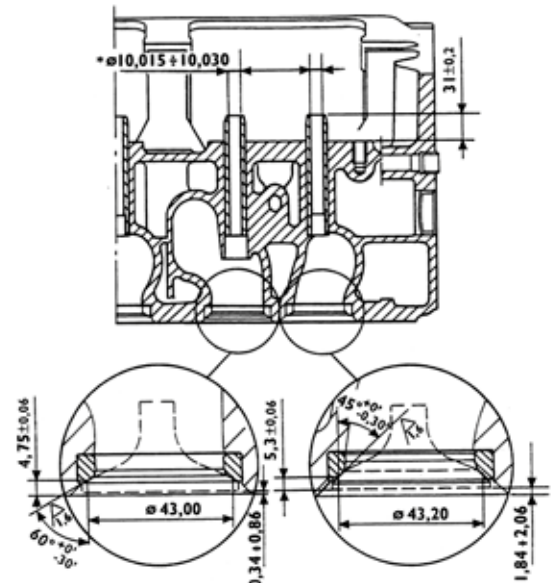

Figura 112
Nota: Caso não sejam as mesmas guias de válvulas, devem ser montadas as novas guias no cabeçote de cilindros de maneira que se sobressaiam em 30,8 a 31,2 mm (figura 112). Uma vez efetuado o cravamento das guias de válvulas, deve ser retificado o furo das mesmas com o alargador 99390330.
1. Efetue a retífica das sedes de válvulas (2), conforme os valores de inclinação indicados na figura 112, utilizando ferramentas apropriadas.